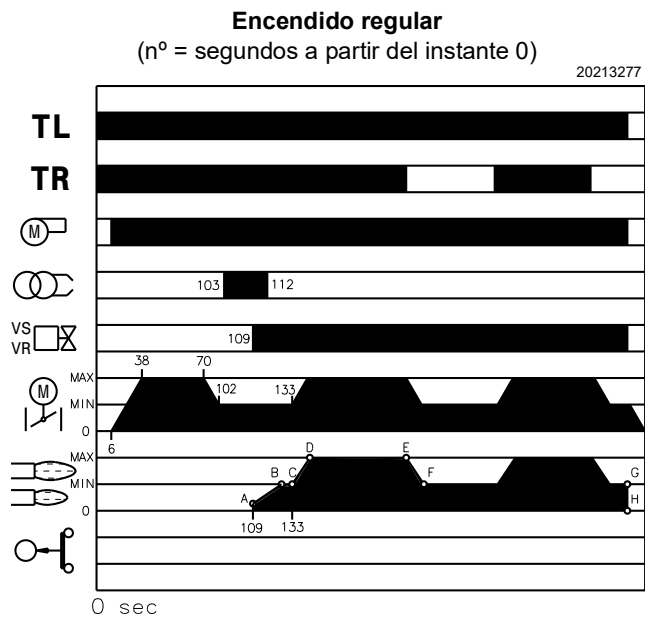

Fig. 38
- 109s** Se abren la válvula de seguridad VS y la válvula de regulación VR (apertura rápida). Se enciende la llama, con poca potencia, punto A (Fig. 38). Sigue un progresivo aumento del caudal, apertura lenta de la válvula, hasta la potencia MÍN, punto B (Fig. 38).
Una vez terminado el ciclo de arranque, el mando del servomotor pasa al termostato/presostato TR que controla la presión o la temperatura en la caldera, punto C (Fig. 38). (La caja de control eléctrica sigue controlando la presencia de la llama y la correcta posición de los presostatos aire y gas de máxima).